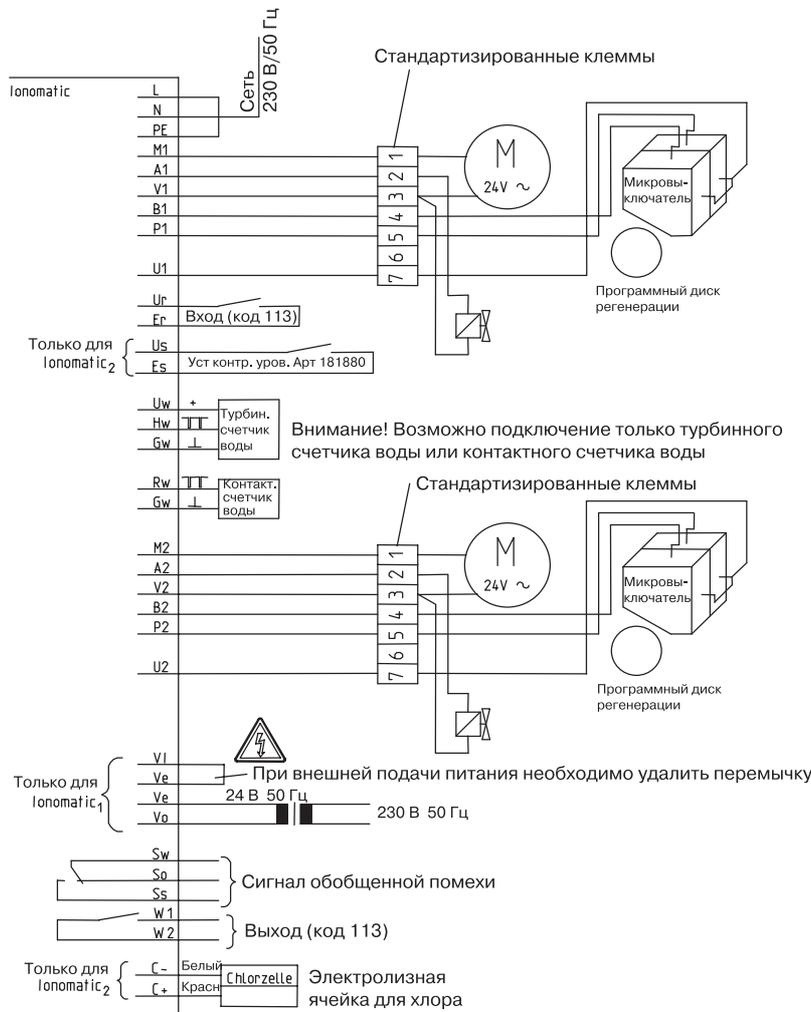
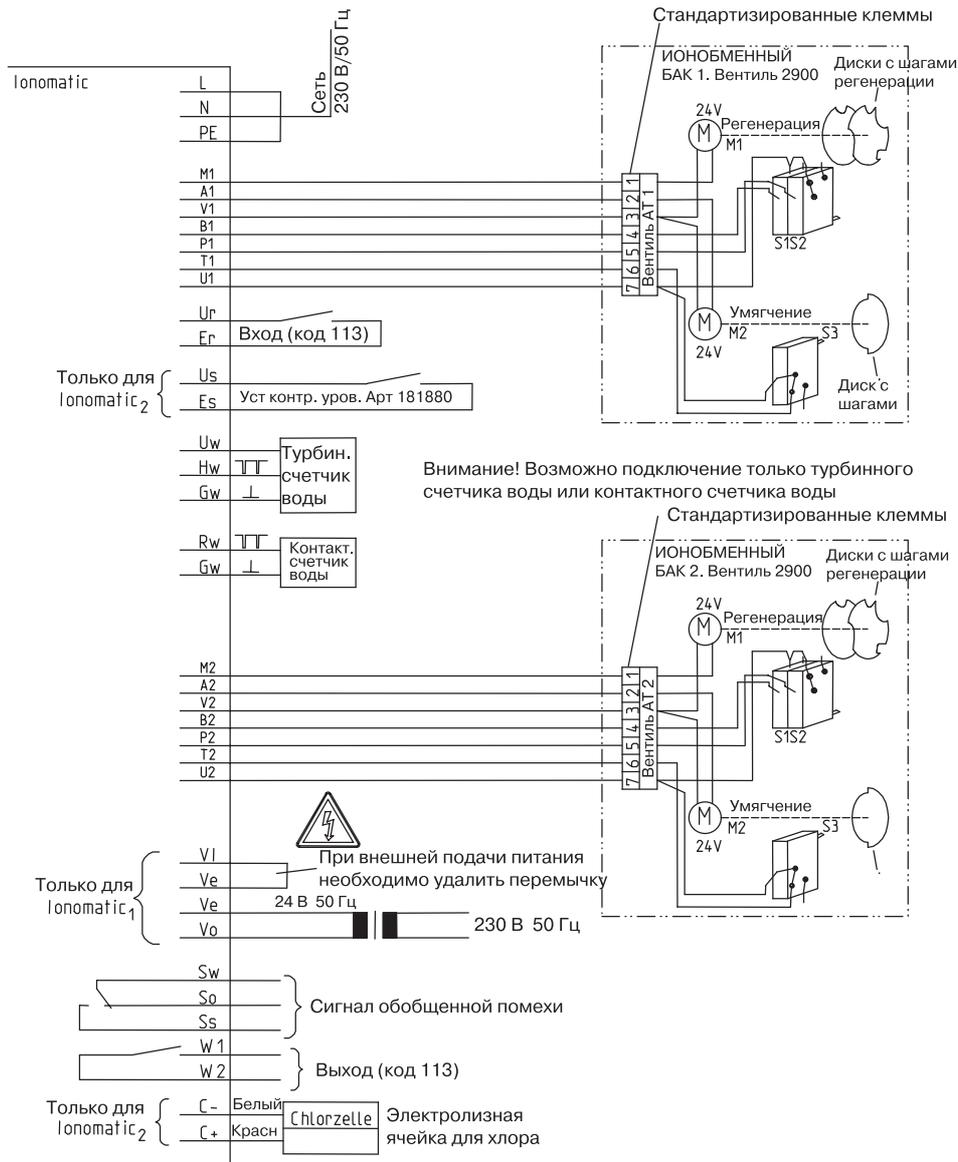

Рис. D-7: Схема подключения для маленьких установок (подсоединение 3/4" и 1")
Рис. D-10: Схема подключения больших установок (подсоединение 2")
Устройство управления закрепить на установке (смотри рис. D-6 (b) для маленьких установок, рис. D-2 для средних и больших установок) и подключить согласно схемам рис. D-7, рис. D-9 или рис. D-10.
2. 7-ми жильный кабель подключить к устройству управления и управляющему клапану согласно схеме (Рис. D-7).
Разъем соединить с магнитным клапаном, Кабель соединить с управляющим вентилем согласно (рис. D-7).
3. Подключить согласно схеме (рис. D-10).
5. Подключить счетчик по схеме (Рис. D-10).